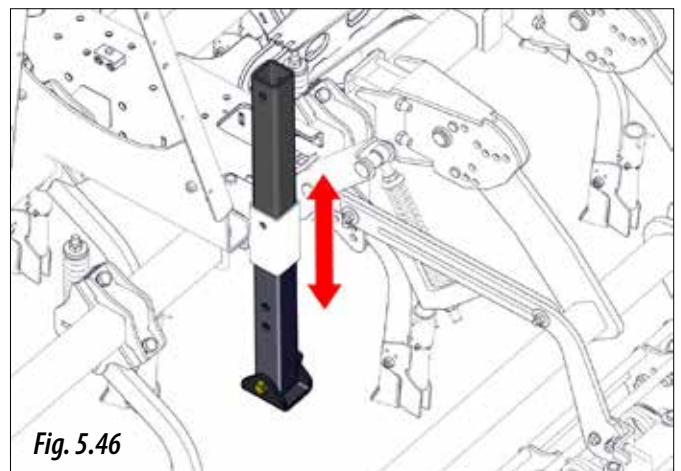

Fig. 5.46
- 2- Desplazar el pie de apoyo hasta la posición deseada (Fig. 5.46).